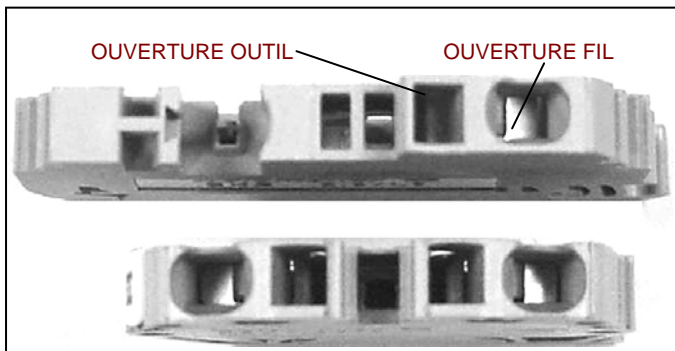

Figure 10 - Borniers avec pinces d'ancrage
Étape 1 : La figure 10 illustre deux borniers avec pinces d'ancrage. Un plus gros bornier et un plus petit, mais le fonctionnement est le même. Enfoncer un petit outil, comme la lame d'un tournevis, dans l'ouverture carrée à proximité de l'ouverture prévue pour le fil puis insérer le fil dans la grande ouverture circulaire située vers le bord.